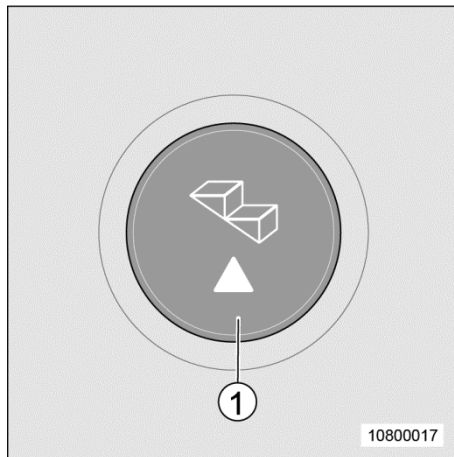

Fig. 11 Commutateur sur le modèle T
1. Appuyer sur le bouton-poussoir (Fig. 11/1) et le marche-pied rentre complètement.